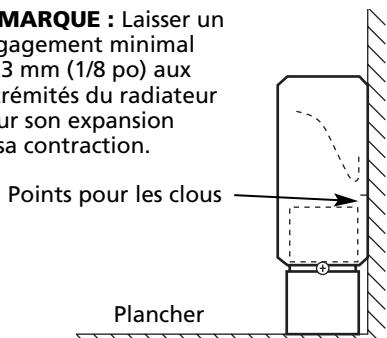

Figure 3 – Installation du radiateur
1. Placer le radiateur à l'emplacement désiré sur le mur, comme il est illustré à la Figure 3, page 3. Pour obtenir un confort de chaleur maximal, placer le radiateur sous une fenêtre.